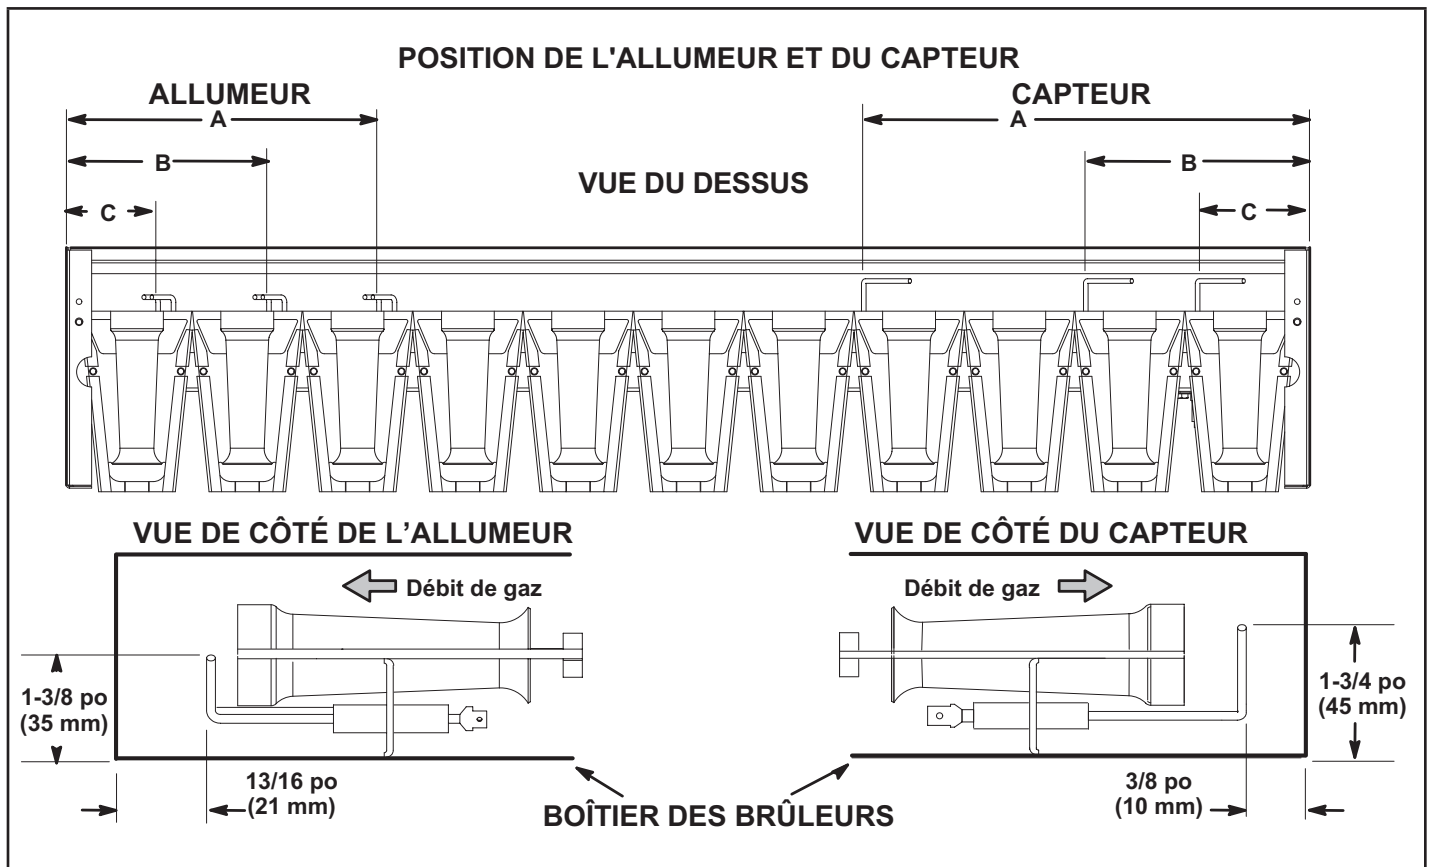

FIGURE 37
- 5 - Vérifiez l'alignement de l'allumeur et du capteur comme indiqué à la FIGURE 37 et au TABLEAU 19.